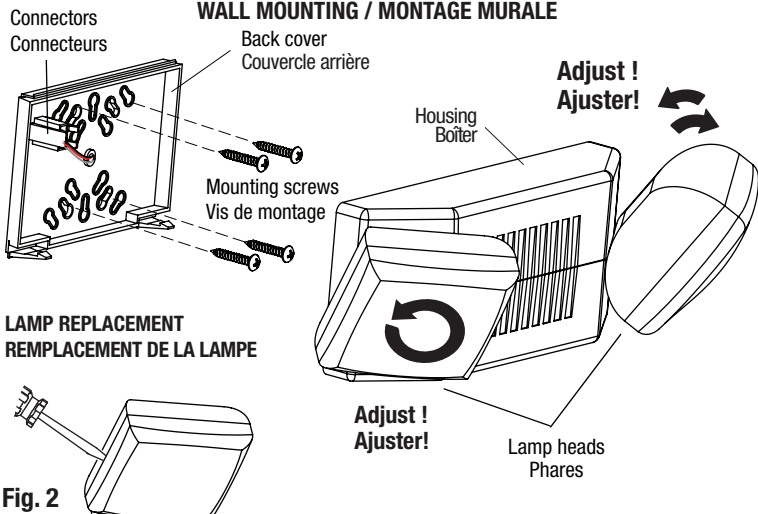

Fig. 2
3. If wall mounting over a junction box, feed the unit wires through the center knockout and make supply connections into the junction box. Install the back cover on the wall over the junction box, using mounting screws (not provided). (Fig. 2)
7. Adjust lamp heads on the right position (Fig. 2).
1. Insert screwdrivers into the lens slot (follow Fig. 2 detail) and gently pry off the lens.
3. Si le montage mural est fait sur une boîte de jonction, insérer les fils de l'unité dans la débouchure centrale et faire les connexions d'alimentation électrique dans la boîte de jonction. Installer le couvercle arrière sur le mur par-dessus la boîte de jonction, avec les vis de montage (non fournis). (Fig. 2)
7. Ajuster la direction des phares dans la position appropriée (Fig. 2).
1. Insérer le tournevis dans la fente (suivez le détail dans la Fig. 2) et retirer doucement la lentille.